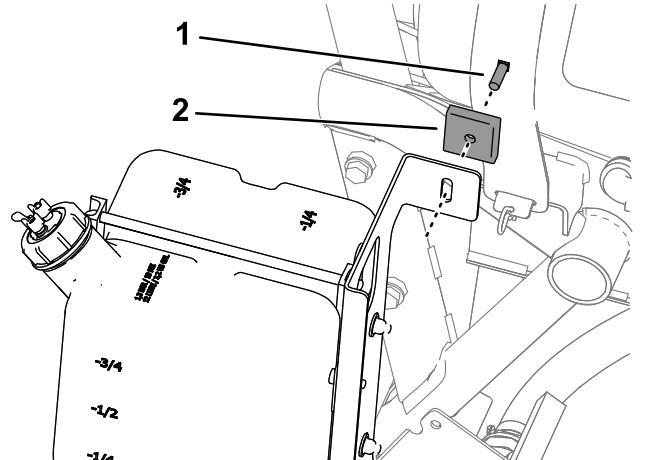

図2
1. スプレーヤのタンク固定ベルト上部のストラップのボルトをゆるめてキャリッジボルトを通す図2。
- 2. ボルトにスペーサを取り付け、このボルトにブラケットを図2のように取り付ける。